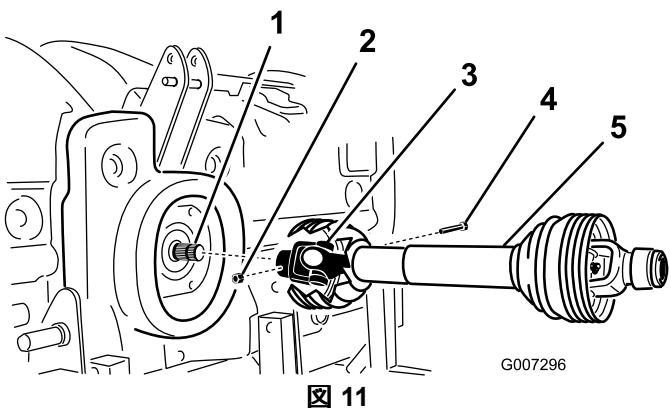

図 11
- PTO シャフトをギアボックスの入力シャフトに固定するボルト 1/2 x 3.00 インチとナット 1/2 インチを使用する 図 11。